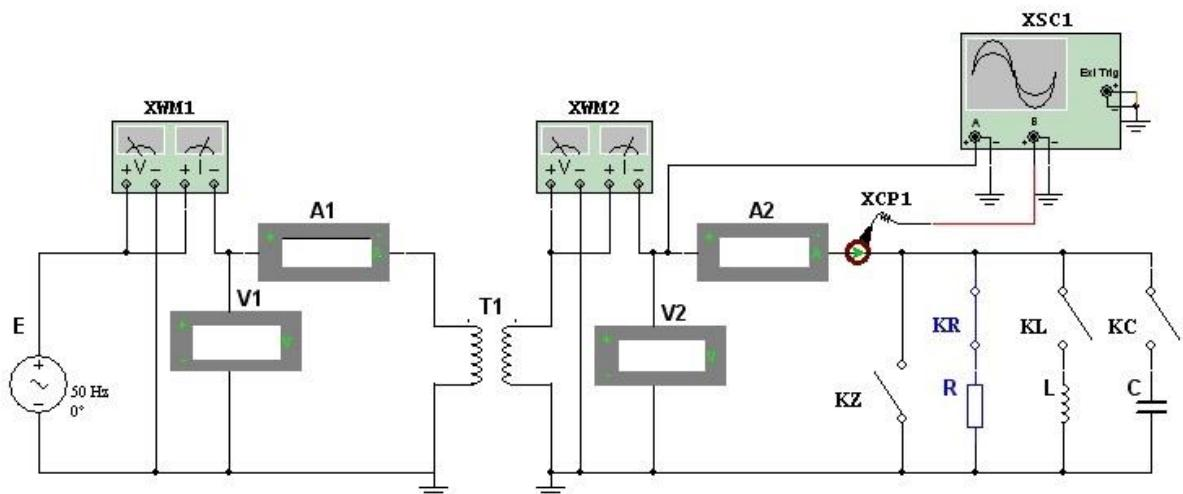

Рис. 4.1. Схема электрической цепи с однофазным трансформатором
- Исследованная электрическая схема с указанием характеристик всех элементов и показаниями приборов (рис. 4.1).
1.1. Собрать в MultiSim электрическую цепь (ЭЦ) с однофазным трансформатором (рис. 4.1). Возможно также использовать копию примера, поскольку схема одна для всех вариантов задания, но параметры ЭЦ различны.